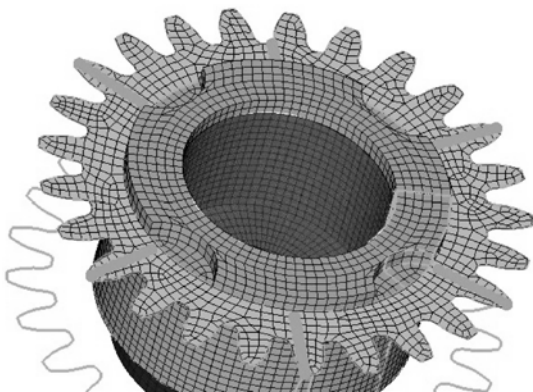

图 5-93 在整个曲面上生成 2d 网格并检查不连续的单元节点
- (10) 重复前面操作，在整个曲面上生成 2D 网格，如图 5-93 所示。
- (11) 进入 tool>edges 面板。
- (12) 在 tolerance= 输入 0.1。
- (13) 将“对象”选择器切换为 elems 类型。
- (14) 选择生成的 2D 网格。
- (15) 单击 preview equiv 按钮，屏幕显示出不连续的单元节点，如图 5-93 所示。
- (16) 单击 equivalence 按钮，合并节点。
- (17) 单击 return 按钮。